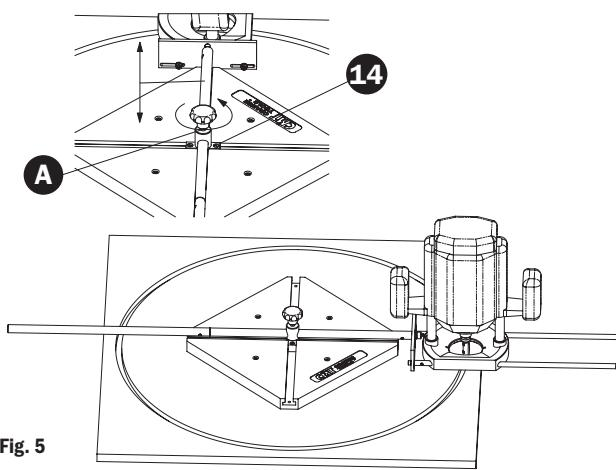

Fig. 5
**(Fig. 5)** Inserte la guía deslizable completa (A) en el interior de la ranura de la estructura de plástico (1), hágala deslizar hacia el centro de la estructura de plástico (1) donde las ranuras se cruzan y fíjela a la estructura de plástico (1) con los tornillos M4x25 avellanados (14). Haga deslizar la electrofresadora en los soportes para determinar el radio del círculo y, una vez conseguido, apriete los manguitos de guía (7) en sus pernos deslizantes (2).